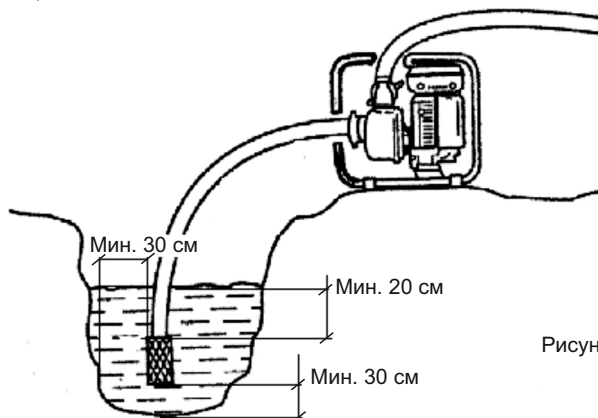

Рисунок 3
- постоянно следите за положением сетчатого водозаборника на конце всасывающего рукава, который должен находиться на расстоянии не менее 30 см от стенок и дна водоема и на 20 см ниже зеркала воды в водозаборе (водоеме, колодце откуда будет производиться забор воды) (рис. 3).